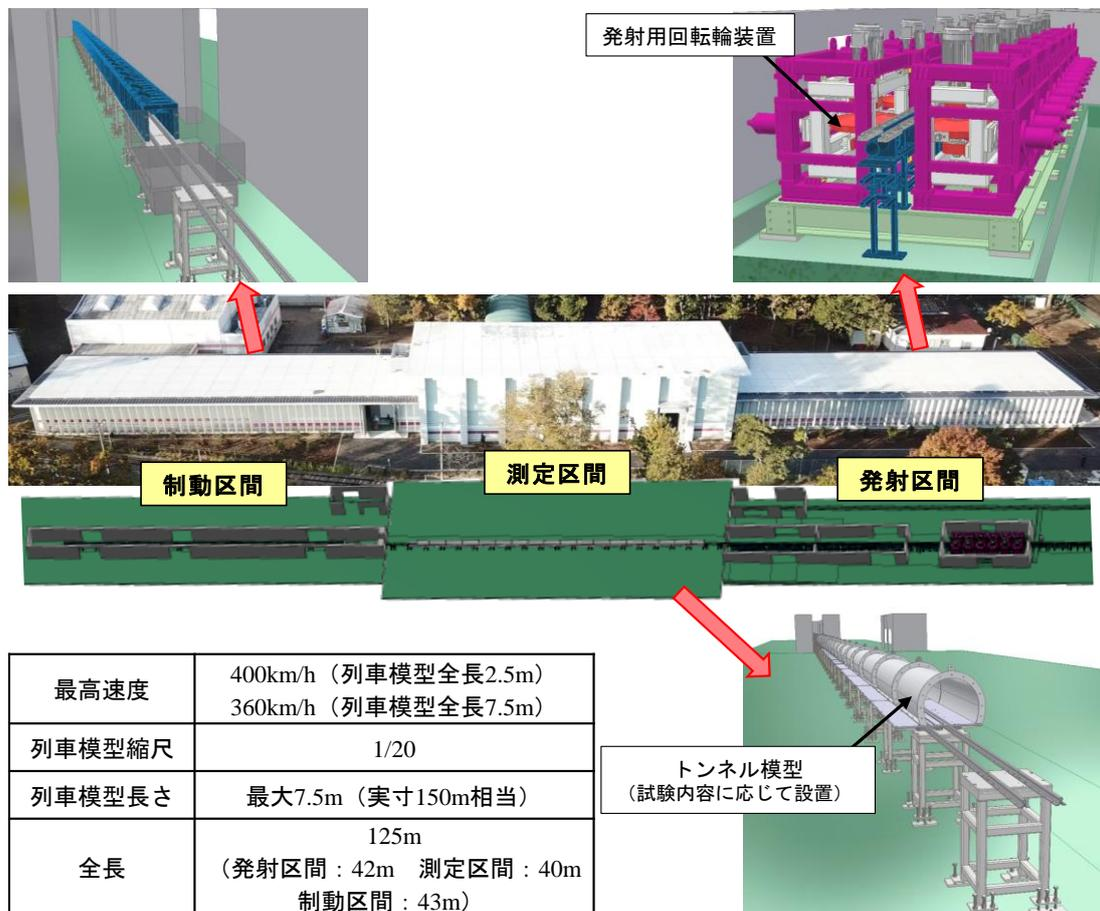
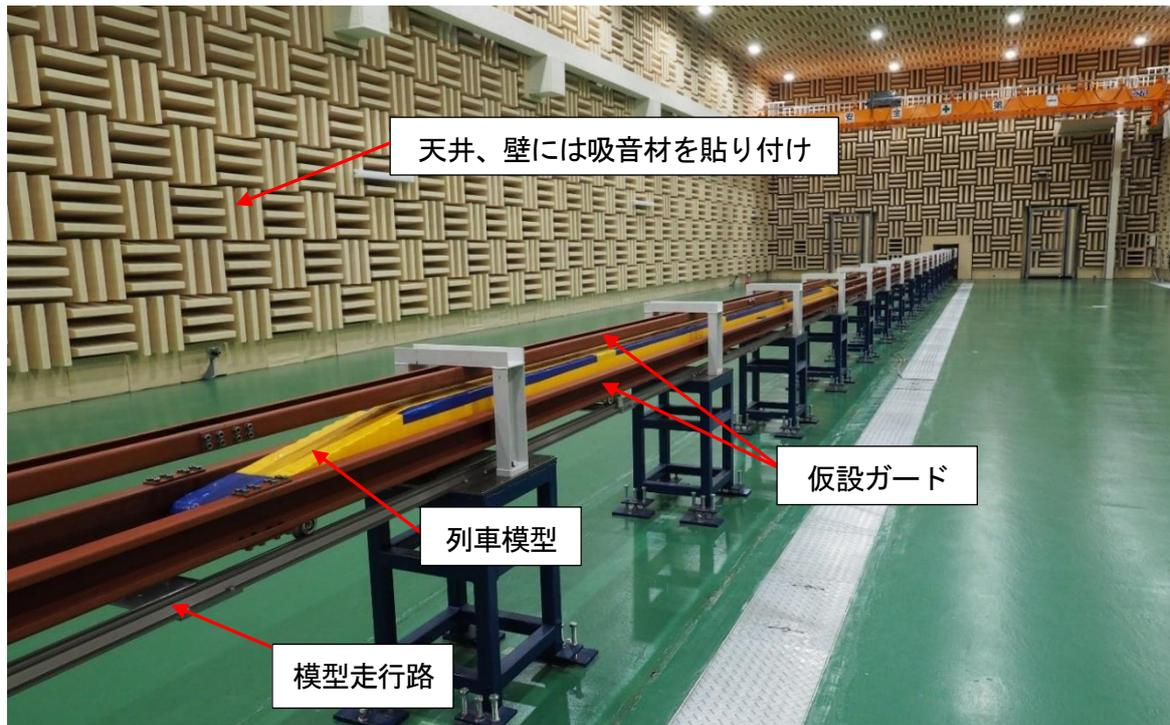

図1 低騒音列車模型走行試験装置の模式図および基本仕様
図2 低騒音列車模型走行試験装置の測定区間（半無響室）
公益財団法人鉄道総合技術研究所（以下、鉄道総研）では、縮尺1/20の列車模型を用い、車両走行時に生じる空気の流れや乱れを精緻に再現できる試験装置（図1、図2）を導入しました。本装置は、列車模型を最高速度400km/hで走行させることが可能な、世界トップクラスの性能を有しています。本装置は2020年7月10日にしゅん功し、10月29日から試験を開始しています。
- ・本装置は、①発射区間、②測定区間、③制動区間の3つの区間で構成されています（図1）。
- ・発射区間では、縮尺1/20の実際の鉄道車両のような流線型の先頭部を再現した列車模型（図2）が発射用回転輪装置（図1右上）により、最高速度400km/hに加速されます。
- ・暗騒音低減のため、測定区間では列車模型は惰行で走行し、壁や天井による反射音を低減するため、床以外の壁に吸音材を取り付けた半無響室となっています（図2）。これにより、明かり区間圧力変動（車両から発生する低周波数域の空力音）などを測定可能です。また、トンネル模型を設置することで、トンネル坑口から放射される微気圧波やトンネル内の圧力や風速の変動を再現できます。
- ・制動区間（図1左上）では、長さ32mにわたって敷かれた発泡ビーズに突入させることで列車模型を停止させます。